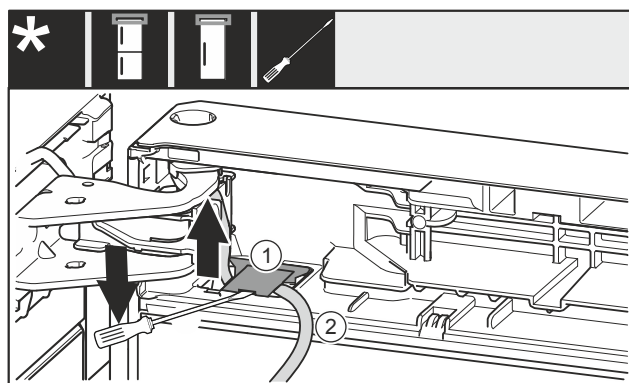

Fig. 23
- Plochým šroubovákem nadzvedněte kryt Fig. 23 (1) a zvedněte jej.
- Vytáhněte kabel Fig. 23 (2).